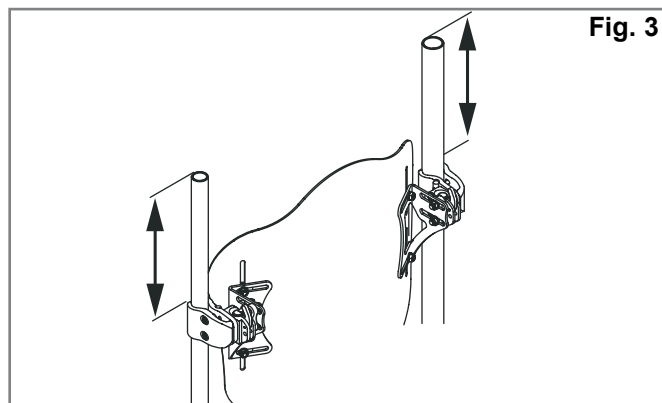
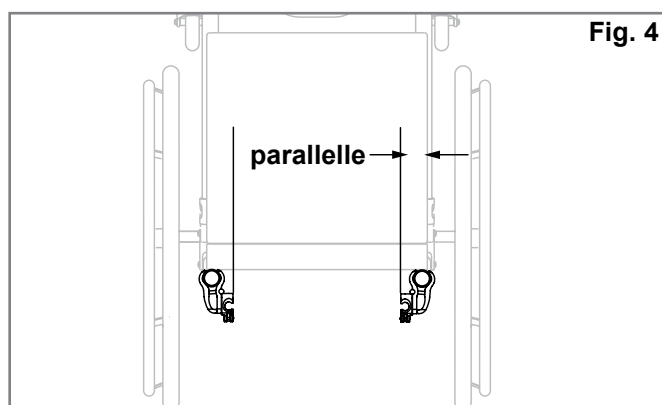

Fig. 3
Fig. 4
Monteringsanvisninger for beslag (Fig. 3, 4, 5)
2. Se efter på kørestolens ryglænsrør for at fastslå, hvor beslagene bør placeres. Monteringsbeslagene bør sidde i omtrent samme højde på hvert ryglænsrør (Fig. 3) og parallelt med sædestellet (Fig. 4). Generelt gælder det, at højere placeringer på ryglænsrørene fungerer bedst.